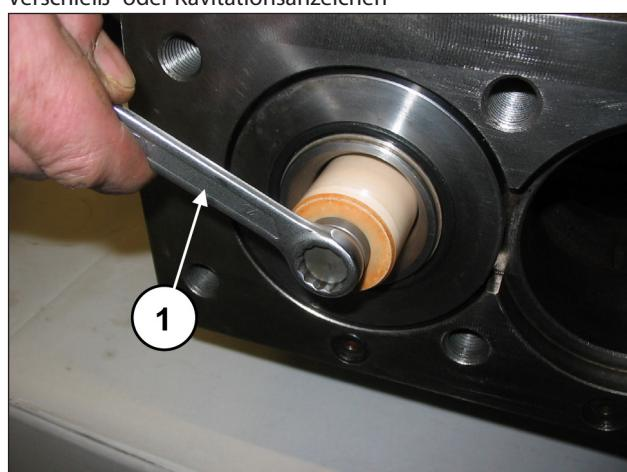

Abb. 138
Demontieren Sie die Kolben durch Abdrehen der Befestigungsschrauben (Pos. ①, Abb. 138). Streifen Sie den Kolben aus dem Dichtungshalter und überprüfen Sie die Kolbenoberfläche auf etwaige Kratzer, Verschleiß- oder Kavitationsanzeichen